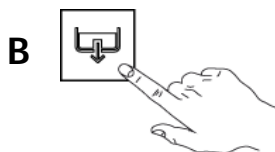

Fig.42
- 2- Mantener pulsado el botón drenaje de agua "B" por algunos segundos con el fin de iniciar el ciclo de descarga de agua del tanque. (Fig. 42)